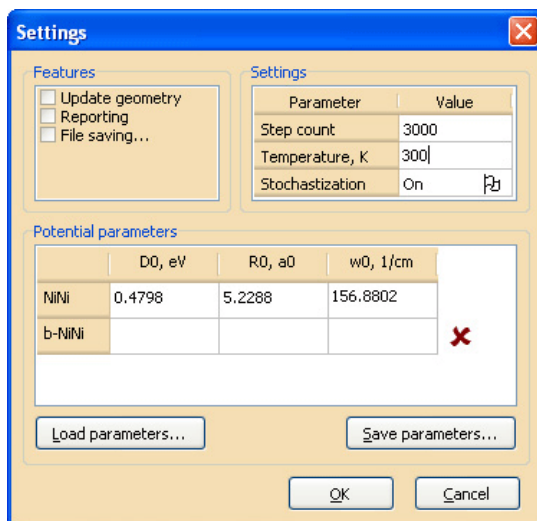

Рис. 28. Диалоговое окно выставления опций и параметров потенциалов для «уголка» Ni_{363}
19. Выставьте параметры в окне *Settings* по примеру на рис. 28.